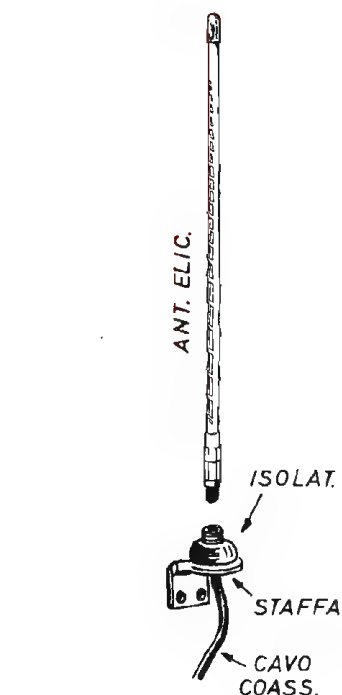

Fig. 7 - L'antenna elicoidale è una soluzione di compromesso tra le antenne « caricate » e quelle ad un quarto d'onda.
**Fig. 7 -** Non essendo comodo disporre di un'antenna separata per ogni tipo di ricezione o trasmissione, conviene realizzare l'antenna di tipo multiplo. Quella qui rappresentata è adatta per lavorare sulla gamma dei 7 MHz e su quella del 3,5 MHz. L'interruttore, inserito tra il punto 5 e la bobina L4, verrà chiuso per le ricetrasmissioni sui 3,5 MHz, mentre rimarrà aperto quando l'antenna è chiamata a lavorare sulla lunghezza d'onda di 7 MHz.